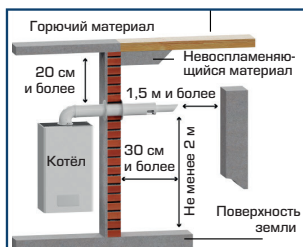

Рис. 3
- При проходе дымохода по фасаду дома требуется соблюдать расстояние между землей и трубой не менее, чем в 2 метра (рис.3).
- Необходимо обеспечить свободное пространство перед коаксиальной трубой – не менее 1,5 метров (не должно быть внешних препятствий в виде заборов, стен, столбов и т.д.) (рис.3).